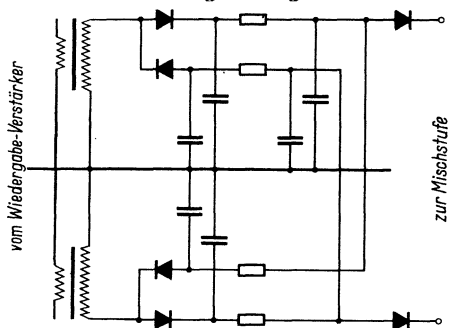

Bild 6. Differenzbildender Gleichrichter hinter dem Wiedergabeverstärker
C) Wiedergabeverstärker: Die zeitlich zusammenfallenden positiven und negativen Impulse müssen sich gegenseitig auslöschten. Infolgedessen enthält der Wiedergabeverstärker im Ausgang einen differenzbildenden Gleichrichter (Bild 6), der nur die Differenz der Impulse beider Speicherkanäle liefert. Zwei Dioden sorgen dafür, daß nur positive Spannungen an die positive bzw. negative Misch-/Aufprechtstufe (Rückkopplung) und als Zusatzspannung an die Mischstufen vor den Leistungsverstärker des Ferraris-Steuermotors B gelangen.